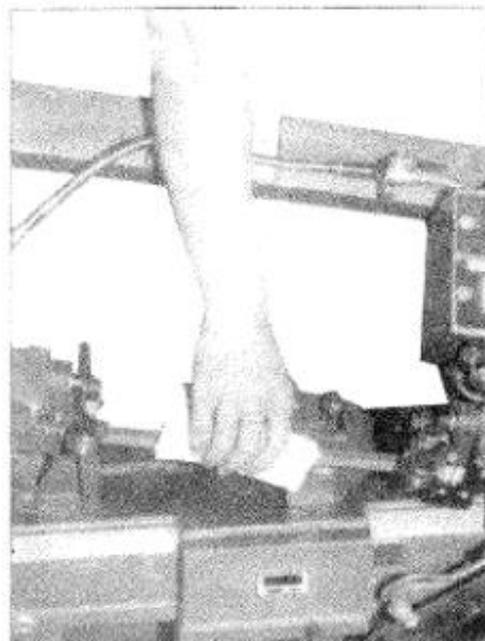

Рис. 15
4. Повернуть гайку (В) для регулировки эксцентричного подшипника рядом с полотном. Полотно должно иметь возможность свободно двигаться вверх и вниз (рис. 15).